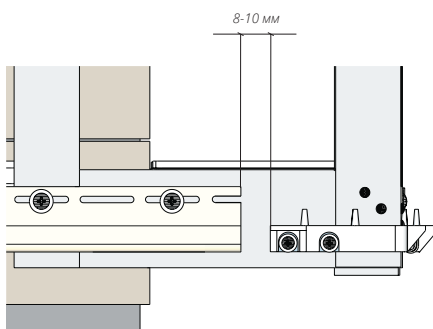
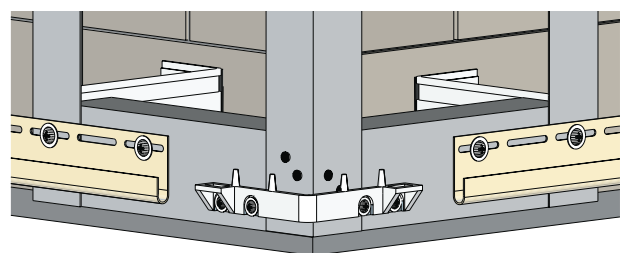

Рисунок 87
Рисунок 88
16.6 При использовании на фасаде фактурных углов установите стартовые элементы угла (Рис. 87, Рис. 88). Принцип разметки и установки аналогичен стартовой планке. П.16.2.